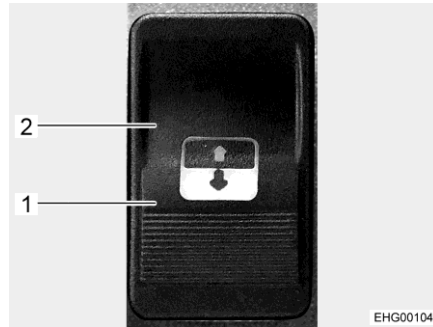

Fig. 119 Tasto di comando
Il tasto di comando (Fig. 119) è posizionato accanto al tetto scorrevole elettrico sul soffitto del veicolo
- Premere il tasto di comando sul lato con il simbolo Apertura (Fig. 119,1), finché il tetto scorrevole non si trova nella posizione desiderata.
- Premere il tasto di comando sul lato con il simbolo Chiusura (Fig. 119,2).
- Premere il tasto di comando sul lato con il simbolo Chiusura (Fig. 119,2), finché il tetto scorrevole non si è spostato il più possibile.